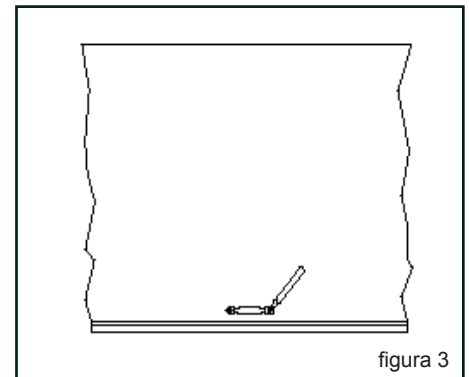

figura 3
3. Taladre los agujeros a través de la puerta desde el interior de ella (figura 3).